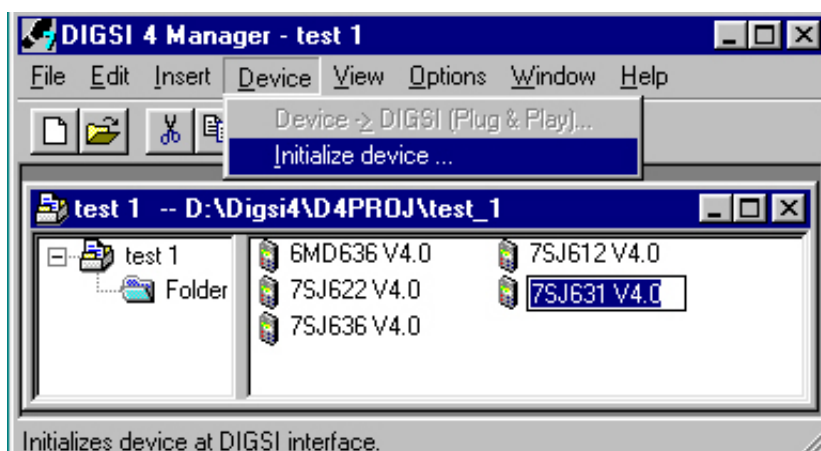

Рисунок 9-2 Инициализация устройства из DIGSI® 4.
- Выберите подменю **Initialize device** (Инициализация устройства) в меню **Device** (устройство). Смотрите Рисунок 9-2.